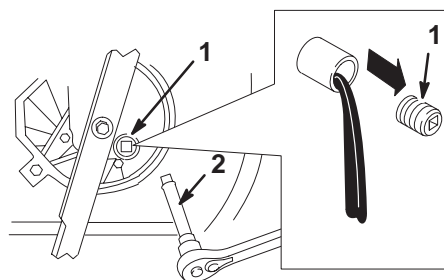

Figure 29
5. Enlevez le bouchon de vidange, remettez la tondeuse dans sa position normale de fonctionnement et laissez l'huile s'écouler dans le bac de vidange (Fig. 29).